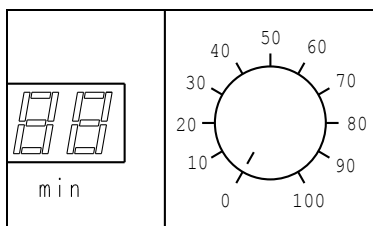

Abb.12
- Potistellung der DR 100 auf die gewünschte Zuteilgeschwindigkeit (teilgutabhängig) stellen. **Abb.12**